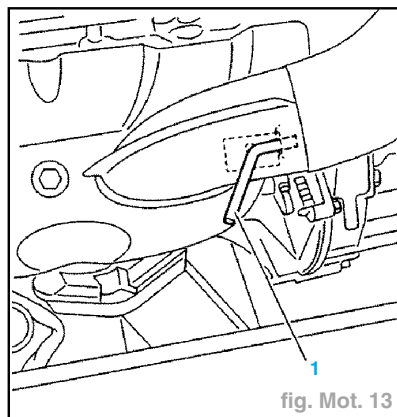

fig. Mot. 13
- Piger la poulie d'arbre à cames à l'aide de la pige (2) réf. : **4507-TB**.
- Piger le volant-moteur à l'aide de la pige (1) réf. : **4507-T1** (fig. Mot. 13).
- Piger le volant-moteur à l'aide de la pige (1) (fig. Mot. 13).
- Déposer la pige (1).
- Placer l'outil (4) sur le brin tendu de la courroie.